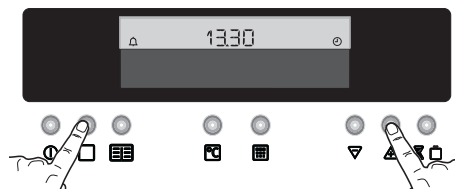

Fig. 20
1. Appuyez sur les touches  et  pendant 2 secondes environ. Le système émettra un bref signal sonore (Fig. 20).